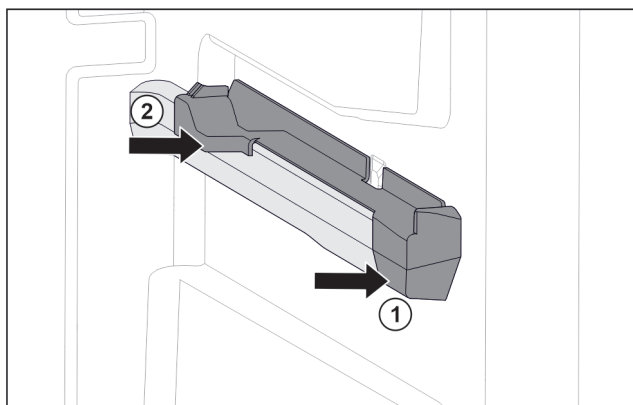

Fig. 102 Felhúzható elem a jobb oldali tartóbordán
- A felhúzható elemet elől tegye fel a tartóbordára. Fig. 102 (1)
- Hátul nyomja meg a felhúzható elemet. Fig. 102 (2)